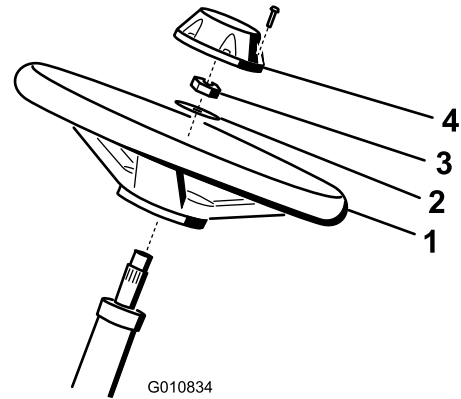

Bild 3
1. Schieben Sie das Lenkrad auf die Lenkwelle (Bild 3).
2. Schieben Sie die Scheibe auf die Lenkwelle (Bild 3).
3. Befestigen Sie das Lenkrad mit einer Klemmmutter und ziehen es auf ein Drehmoment von 27-35 Nm an (Bild 3).
4. Montieren Sie den Deckel mit der Schraube am Lenkrad (Bild 3).